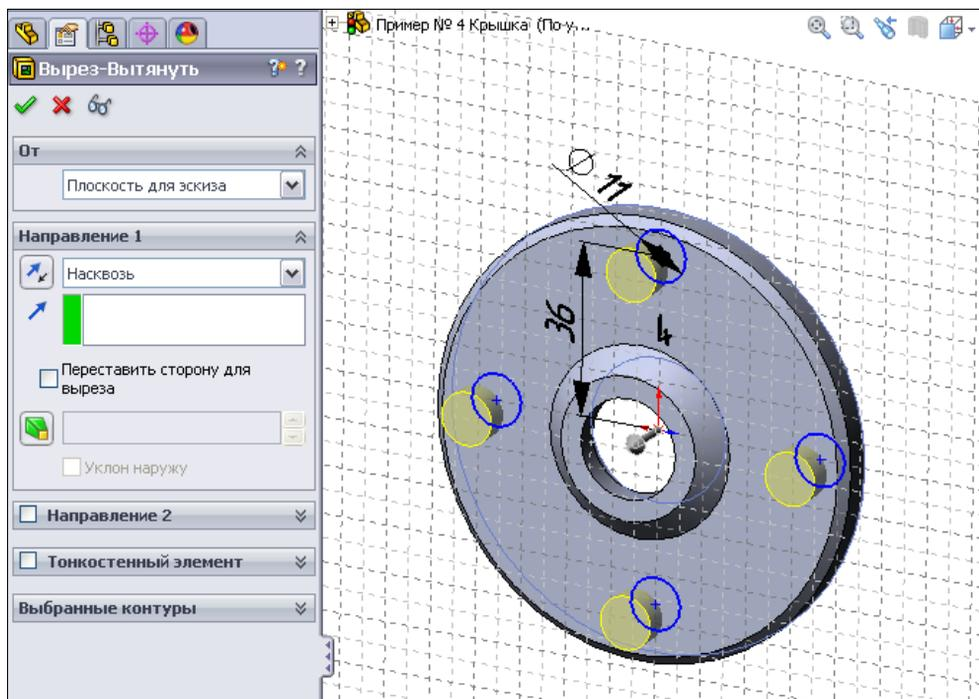

Рис. 2.54
18. Для оформления отверстий согласно спроектированному эскизу активизируем кнопку  — **Вытянутый вырез**. На экране откроется окно **Вырез-Вытянуть**, в разделе **Направление 1** выберем граничное условие — **Насквозь** (рис. 2.54).